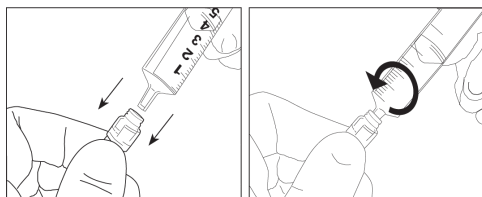

Figure 2 : Raccord Luer Slip mâle
2. Utilisez une technique aseptique pour connecter la seringue ou le kit de rallonge au site avec soin en appuyant sur la seringue ou tout autre raccord Luer droit dans le site d'injection sans aiguille et en tournant dans le sens des aiguilles d'une montre. Voir la figure 2. N'essayez pas d'effectuer l'insertion en biais ou de forcer l'ouverture sur le site.